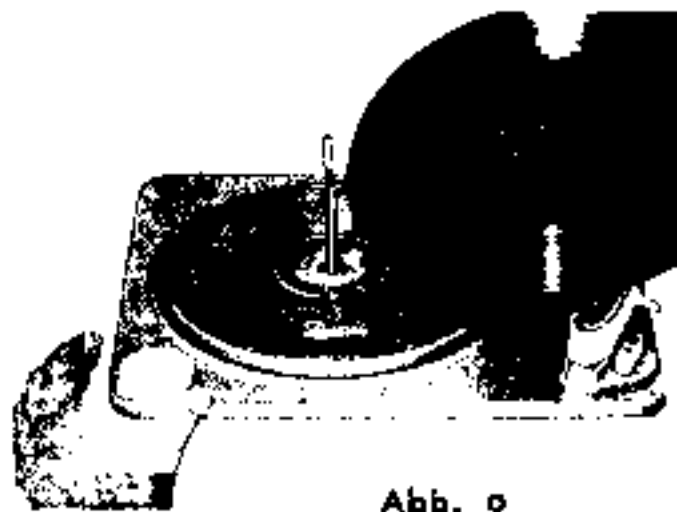

Abb. 6
- Bis zu 10 Platten beliebigen Durchmessers jedoch gleicher Drehzahl und gleichen Rillenprofils auf die Achse legen (Abb. 6).